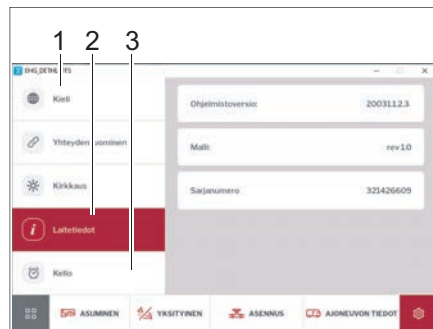

Bild 267 Språk, enhetsinformation, tid
- Klicka på knappen *Språk* (Bild 267,1) och ställ in önskat språk på displayen.
- Klicka på knappen *Tid* (Bild 267,3) och ställ in klockslaget.
- Klicka på knappen *Enhetsinformation* (Bild 267,2). Information om enheten visas (programversion, modell och serienummer).